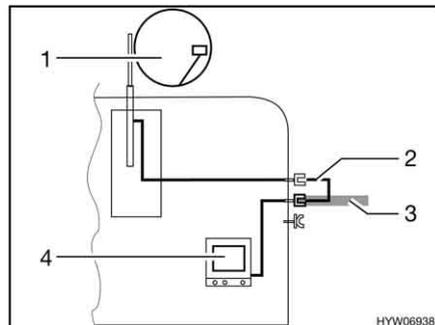

Fig. 118 TV en el vehículo
- TV en el vehículo (Fig. 118,4): Conexión a la antena del techo (Fig. 118,1) con el cable de conexión (Fig. 118,2)
- TV en el vehículo (Fig. 118,4): Conexión a antena externa (Fig. 118,3)